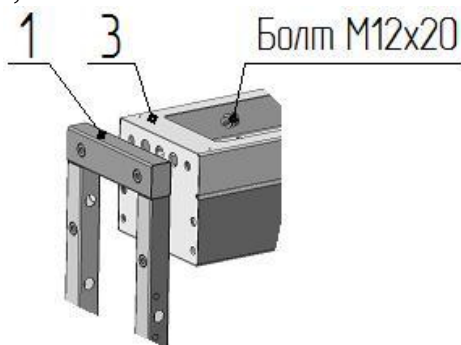

Рис. 1
- положите на пол на боковую плоскость раму привода **3** (рис. 1, 2), (предварительно постелив лист картона), рядом аналогично положите стойки крыла прохода **1** и **2**; состыкуйте указанные элементы друг с другом присоединительными элементами и закрутите по три болта M12 с каждой стороны; поставьте собранный портал вертикально на месте установки турникета;